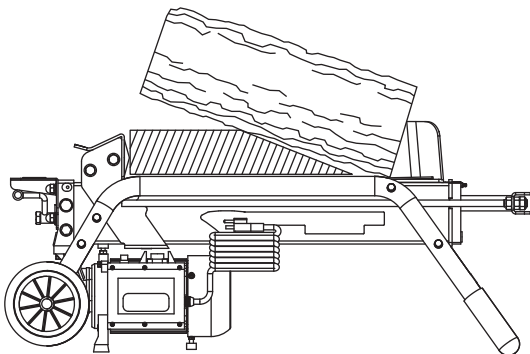

Figure 5
2. Une fois le poussoir de bûche est à l'arrêt complet dans sa position initiale, placer un coin en bois sous la bûche coincée. (VOIR FIGURE 5)